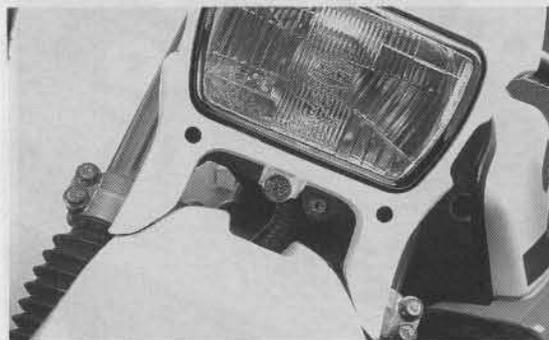

Bild 46
- Einstellung des Scheinwerfers erfolgt durch Drehen der Kreuzschlitzschrauben links und rechts unter Scheinwerferglas (Bild 46).